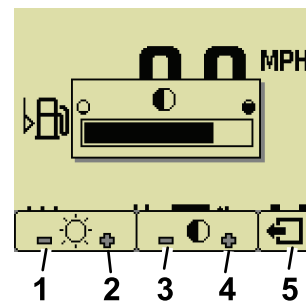

Figura 20
2. Utilize os ícones mais e menos para alterar a luminosidade/contraste na barra do menu pop-up (Figura 20).